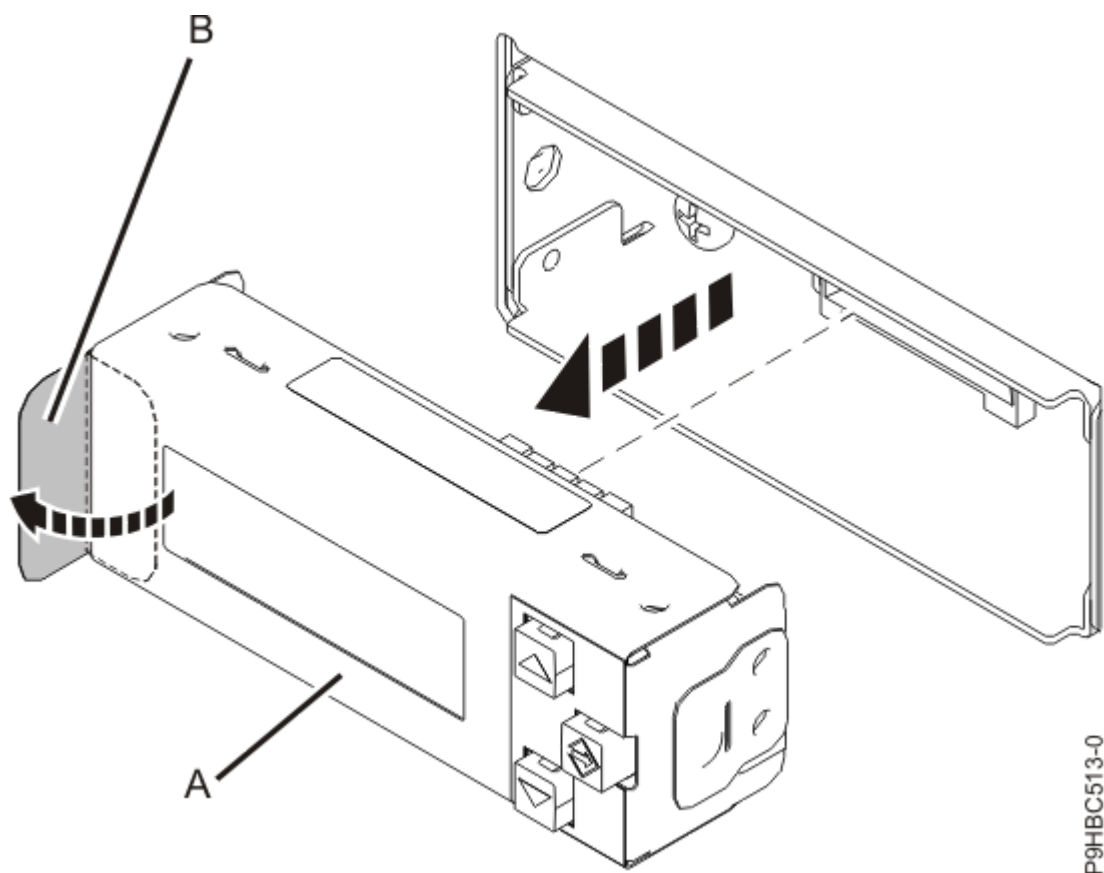

図 110. コントロール・パネル・ディスプレイの取り外し
5. タブ **(B)** を引いて、コントロール・パネル・ディスプレイ **(A)** を取り外します。 115 ページの図 110